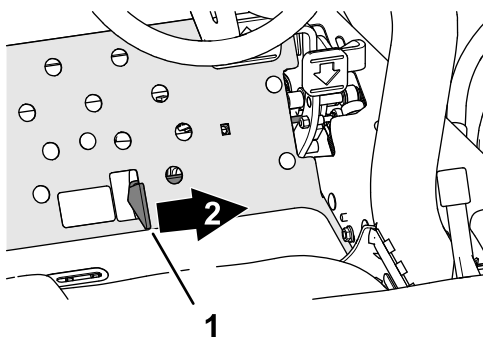

图 37
3. 将滚刀组驱动开关按至接合位置图 37。
4. 向前推降下剪草/提升控制杆图 37以降低并运行滚刀组前滚刀组定时降低然后再降低后滚刀组。